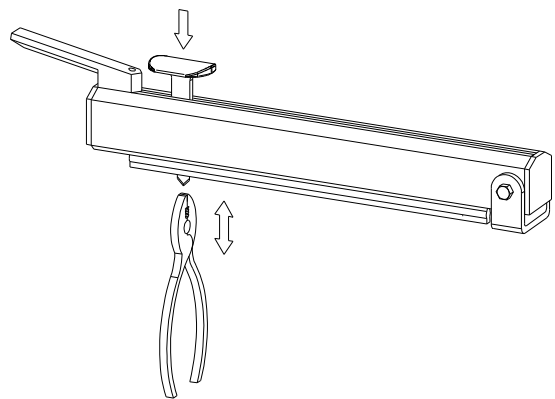

Fig2
5. Når kniven er slidt eller knækket kan denne udskiftes ved at trykke knivholderen ned, hive kniven ud og isætte en ny. Det kan anbefales evt. at benytte en fladtang. (fig 2).
5. Förslitning avskärning - Ett slött knivblad utbytes genom att pressa ned den röda knivhållaren och dra ut knivbladet rakt ned (lämpligen med hjälp av en tång) och trycka in ett nytt emellan den fjädringsbelastade plåten i knivslåden (fig.2).
5. En slitt kniv skiftes enkelt ved å trykke ned den røde knivholderen, dra ut den gamle kniven og skyv inn en ny. Kniven er meget skarp og det anbefales derfor å holde kniven med en tang (fig. 2).
5. Zużyty nóż można wymienić poprzez wcisnięcie czerwonego uchwyty noża, wyciągnięcie starego noża i włożenie nowego. Zaleca się, aby przy tej czynności posłużyć się kombinerkami (Rys. 2).